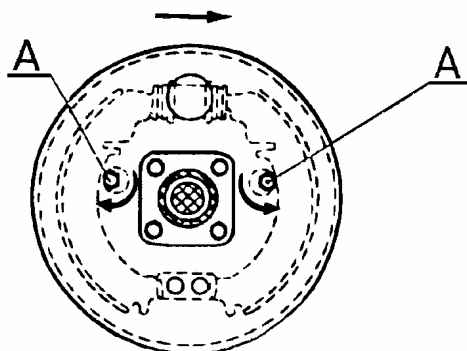

Рис.2 Тормозной щит с ручной регулировкой зазора между колодками и барабаном (вид со стороны щита):
3.3 Свести поворотом эксцентриков "А", рис.2, в направлении, указанном стрелками, тормозные колодки. Операцию производить для заднего моста с ручной регулировкой зазора между колодками и барабаном (головка сменная 17, вороток с удлинителем).